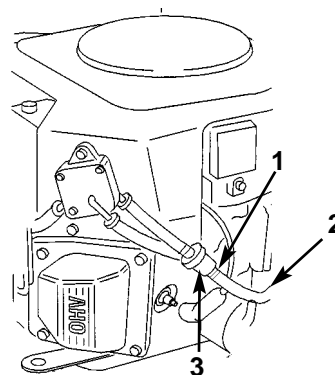

Bild 30
4. Die Enden der Schlauchklemme zusammendrücken und auf die Kraftstoffleitung in Richtung Kraftstofftank aufziehen (Bild 30).
5. Die Kraftstoffleitung vom Filter abziehen (Bild 30) und das Benzin in einen Benzinkanister oder eine Auffangwanne ablaufen lassen.